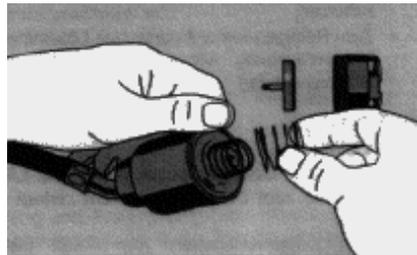

Figura 8
- Montar a mola nos cames de travamento da parte de baixo do interruptor (Figura 8)